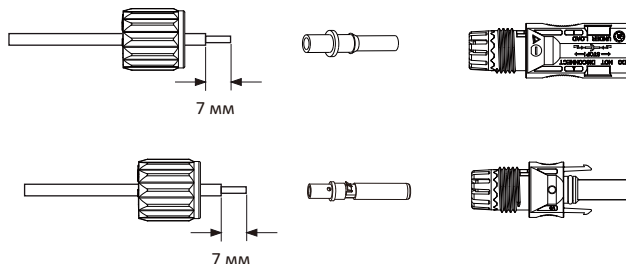

Рис. 3.3. Снятие гайки разъёма
- а) Снимите изоляцию с провода DC примерно на 7 мм, отвинтите гайку разъёма (рис. 3.3).